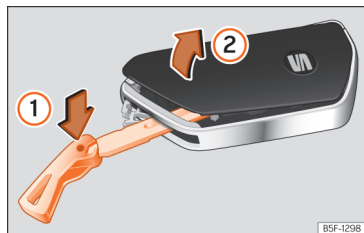

Abb. 83 Fahrzeugschlüssel: Deckel des Batteriefachs öffnen.
- Schlüsselbart in den Schlitz » Abb. 83 stecken, in Pfeilrichtung ① drücken und Abdeckkappe abhebeln ②.